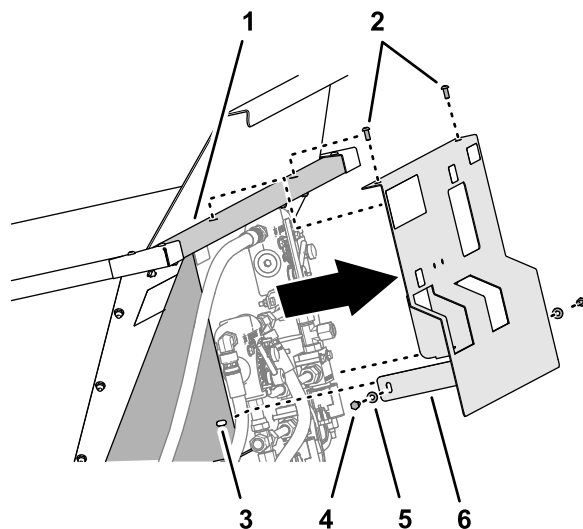

Figure 25
1. Alignez les trous de la protection hydraulique sur les trous du support vanne et la paroi avant de la trémie (Figure 25).
2. Fixez la protection hydraulique à la paroi de la trémie (Figure 25) à l'aide des 2 vis à tête ronde que vous avez retirées à la section Dépose de protection hydraulique du topdresser (page 9).